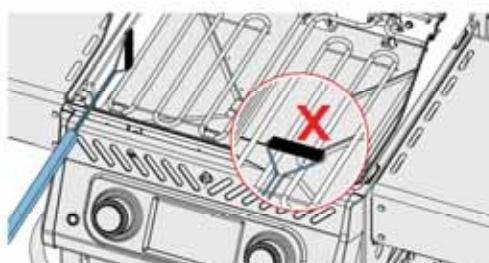

Fig. 7
- Utilisez une brosse en laiton douce pour nettoyer les débris lâches. Brossez tous les débris à l'intérieur de l'appareil dans le bac à graisse amovible. NE PAS utiliser la brosse sur les brûleurs électriques. (Fig. 7)